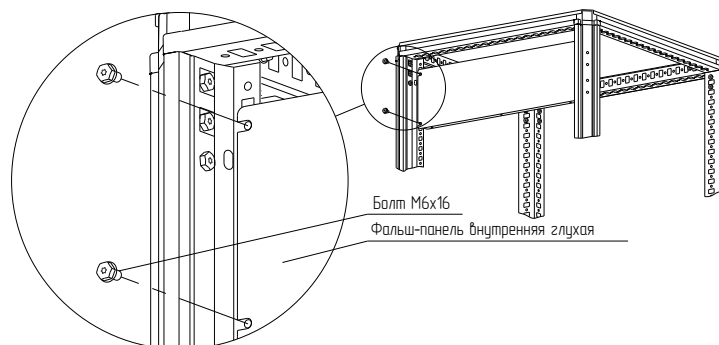

Рисунок 22
– вариант 1. Болтами М6×16 (рисунок 22). Момент затяжки – 7 Н·м. Болты приобрести отдельно;